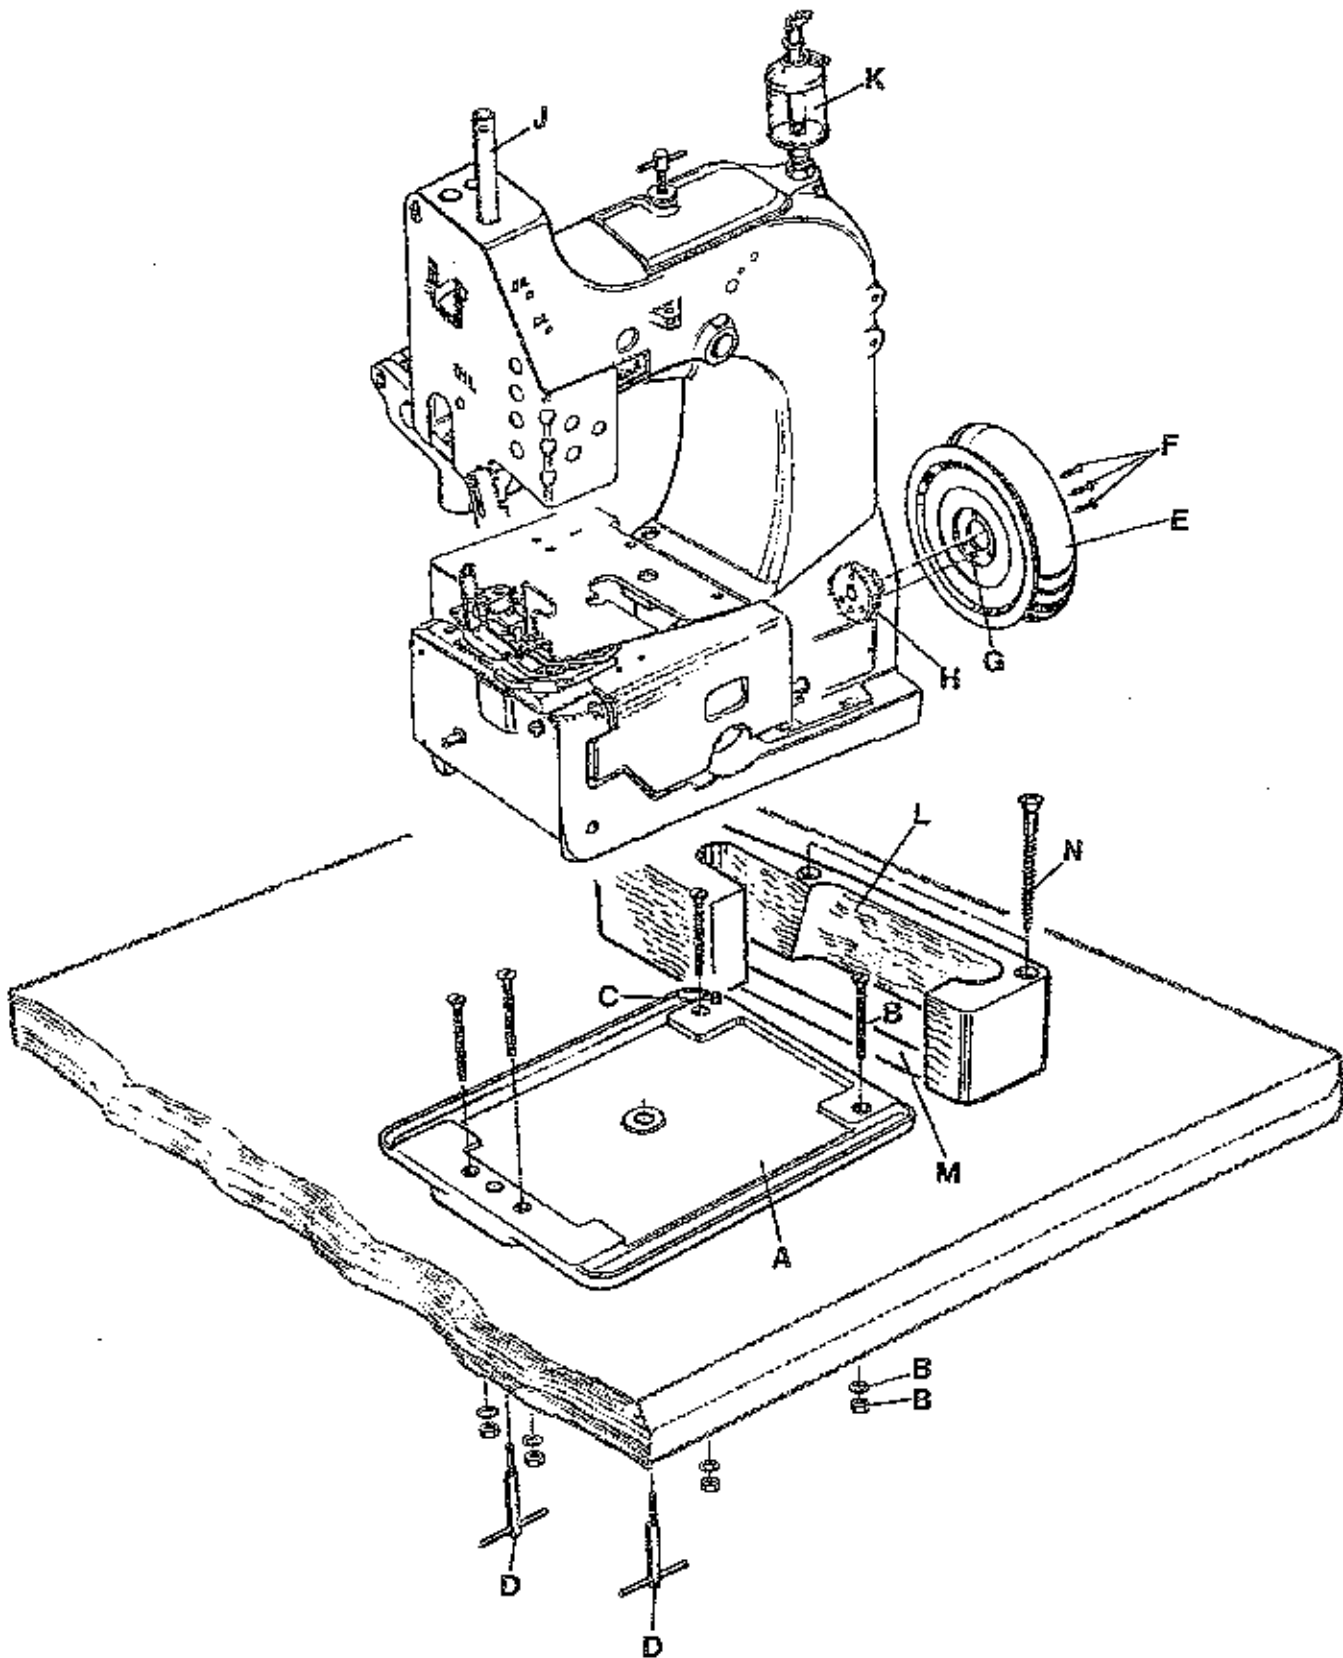

Fig. 1
2. Mount the base plate (A, Fig. 1) with four screws, nuts and washers (B) in the provided holes on the table board.
3. Place the sewing machine on the base plate so that the rod pin (C) in the base plate engages with the right rear hole in the machine base.
4. Fasten the sewing machine with the two T-screws (D) on the base plate.
6. Assemble the handwheel pulley (E) with three countersunk screws (F) to the sewing machine. Pin (G) must engage with the hole in hub (H).
7. Screw in needle bar guard (J).
8. Screw in slight feed oiler (K).
9. Align the handwheel belt guard (L) with the V-belt slot (M) in the table board and fasten it with two wood screws (N) on the table board.
2. Montieren Sie die Grundplatte (A, Fig. 1) mit vier Schrauben, Muttern und Scheiben (B) in den dafür vorgesehenen Bohrungen auf der Nähtischplatte.
3. Stellen Sie die Nähmaschine auf die Grundplatte, so daß die Spannhülse (C) in der Grundplatte in der Bohrung rechts hinten im Maschinensockel eingreift.
4. Befestigen Sie die Nähmaschine mit den beiden Knebelschrauben (D) auf der Grundplatte.
6. Montieren Sie die Handrad-Riemenscheibe (E) mit drei Senkschrauben (F) an die Nähmaschine. Der Stift (G) muß in die Bohrung in der Nabe (H) eingreifen.
7. Schrauben Sie den Nadelstangenschutz (J) ein.
8. Schrauben Sie den Tropföler (K) ein.
9. Richten Sie den Handrad-Riemenschutz (L) zum Keilriemenschlitz (M) in der Nähtischplatte und zur Handrad-Riemenscheibe aus und befestigen Sie ihn mit zwei Holzschrauben (N) auf der Nähtischplatte.